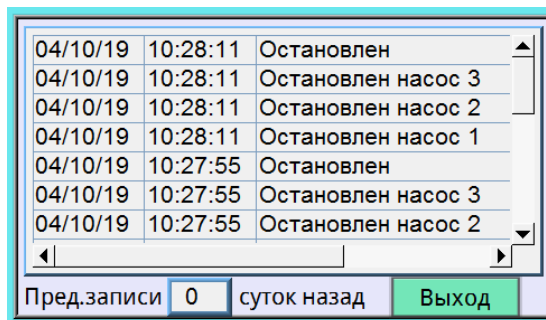

Рисунок 3 Окно Журнала событий
2.2.3. В окне «Журнала» (Рисунок 3) отображаются основные события работы шкафа управления и аварии. Предусмотрена возможность просмотра списка событий за предыдущие 30 дней. Для этого необходимо установить необходимое значение в параметре «Предыдущие записи». Для просмотра записей за текущий день необходимо установить параметр равным «0».